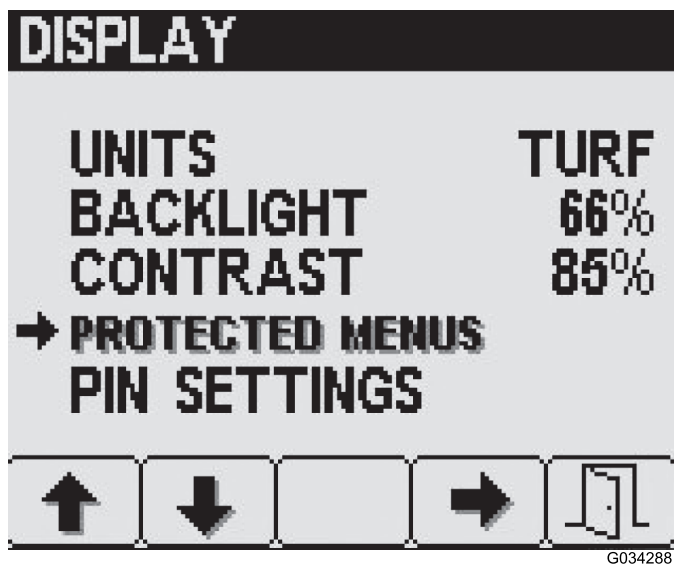

Рисунок 12
1. С помощью кнопки 2 на экране Display (Дисплей) выберите пункт Protected Menus (Защищенные меню) и нажмите кнопку выбора 4 (Рисунок 12).
2. Нажимая кнопку 2, перейдите к нужной позиции защищенного меню (Рисунок 12).